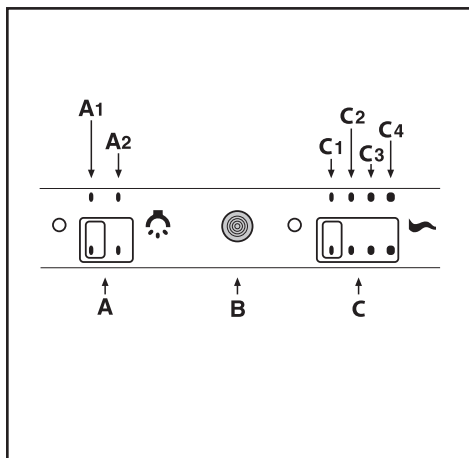

Fig.11
- **Mandos slider (Fig.11)** le symbole sont le suivant: